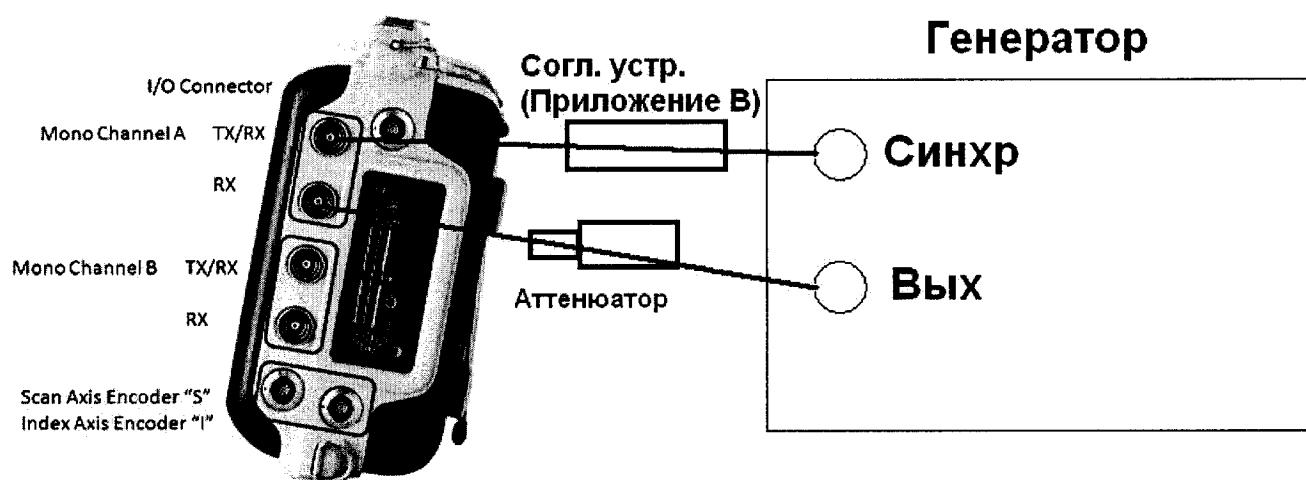

Рисунок 8.
9.6.1.2 Для имитации эхо-сигналов, приходящих на приемник дефектоскопа, применяется генератор импульсов точной амплитуды, рисунок 8.
9.6.2.2 Для имитации эхо-сигналов, приходящих на приемник дефектоскопа, применяется генератор импульсов точной амплитуды, рисунок 8.